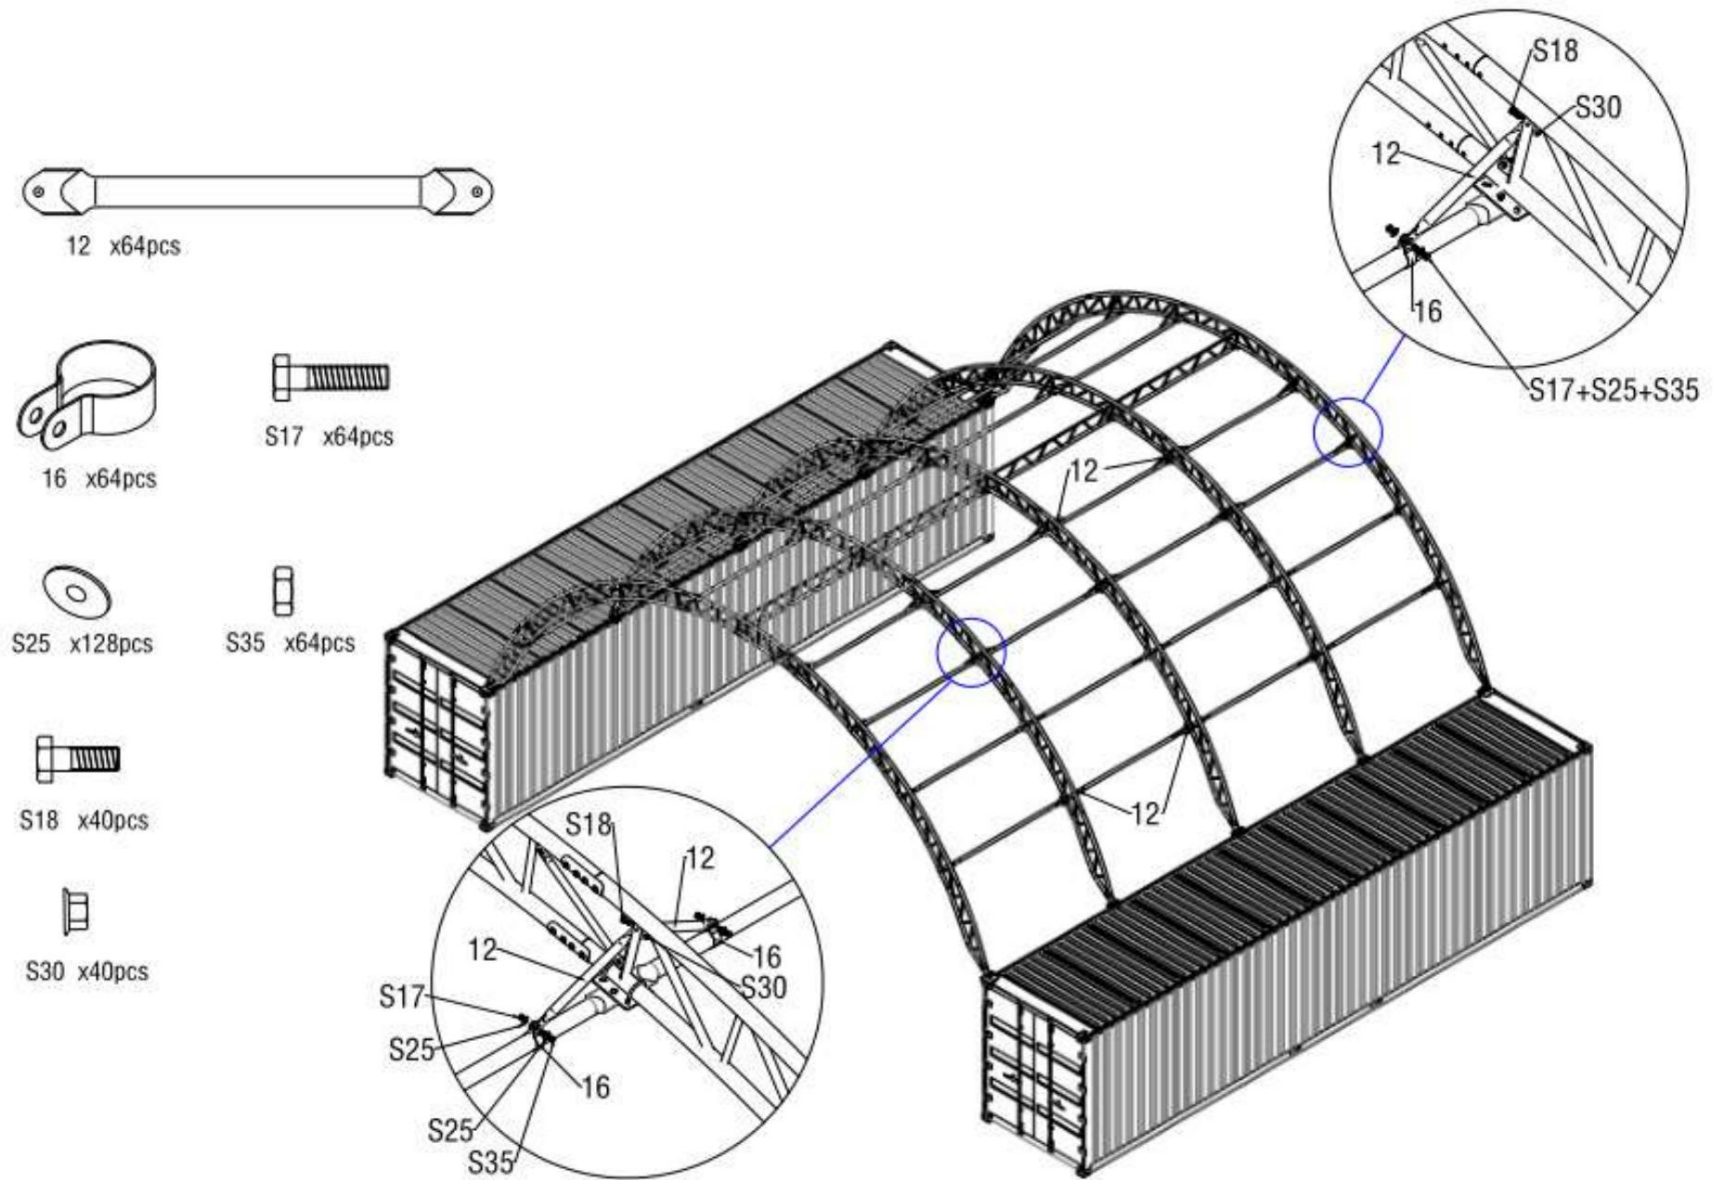

Figure 8
2.5. Connectez le tube de support diagonal pour panne (pièce n° 12) à l'arc et à la panne (pièce n° 11) par boulon M10x30mm (pièce n° S18) et clips (pièce n° 16) comme le montre la figure 8 ci-dessous.